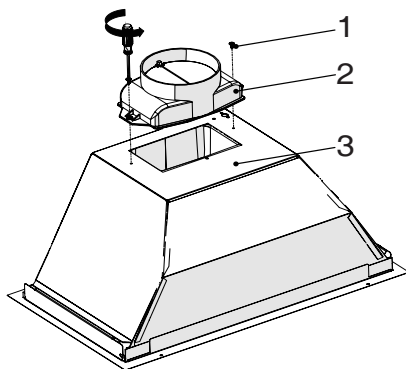

Рис. 8
- Прикрутите пластиковый воздухопровод из упаковки к корпусу прибора с помощью 2 винтов 3,5 x 9,5. (Рис. 8) Следите, что он не терся о поверхность. Рис. 8